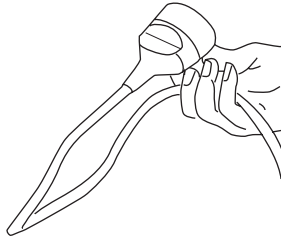

Fig. 8
1. Dobre o cabo de extensão para trás, cerca de 30 cm a partir da extremidade, passe a argola pelo dispositivo de tensão do cabo (4) na parte inferior da unidade do motor e puxe suavemente pelo cabo para garantir que está firmemente fixo. (Fig. 8 e 9)